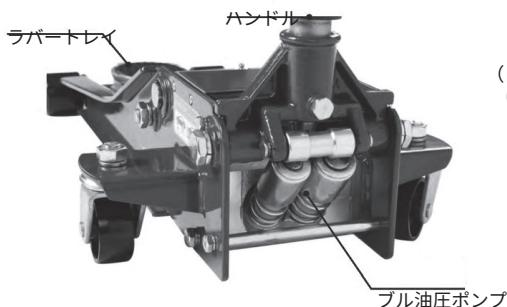

図 1
- 2) ハンドルをプレスハンドホールに差し込みます（図1参照）。
- 3) ハンドルを反時計回りに回して（図1参照）、油戻し弁を開きます。